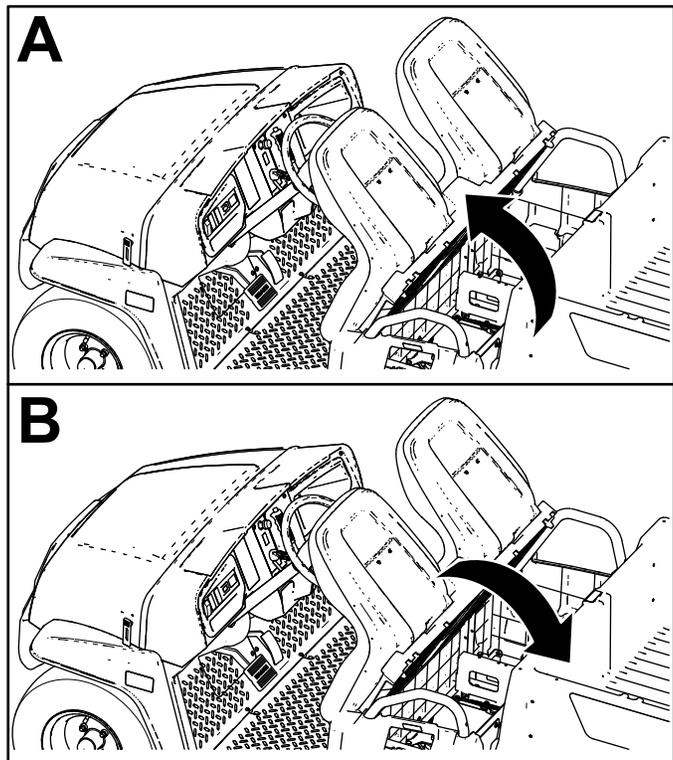

図 25
座席アセンブリを倒すには、アセンブリがハンドルに当たるまで前方に倒します 図 25。
座席アセンブリを通常位置に戻すには、アセンブリを後方倒します 図 25。
1. 座席ベースを前に倒す 図 25。